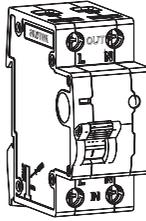

Рис. 1. УСТРОЙСТВО
- 3.1. УСТРОЙСТВО (Рис. 1) является неразборным, содержит корпус с винтовыми контактными зажимами входа и выхода цепей фазы и нейтрали, внутри корпуса – электронную схему управления и срабатывающий по ее команде выключатель фазной цепи с механизмом свободного расцепления. Входной и выходной контакты цепи нейтрали соединены.